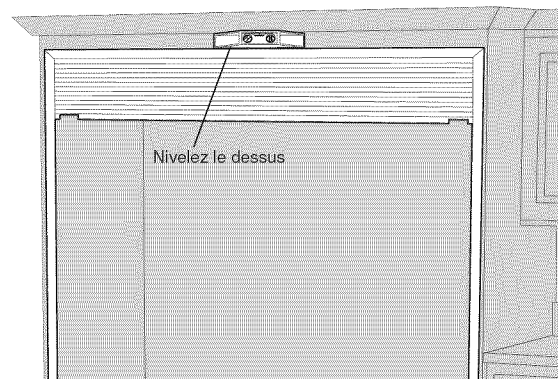

Figure 7
- En vous assurant que le cadre repose bien sur la surface avant des armoires, insérez avec précaution une vis de montage (M) dans le trou central de la garniture supérieure (A). **NE SERREZ PAS TOUT DE SUITE.**
- Mettez de niveau la partie supérieure du cadre de garniture en utilisant un niveau de charpentier. Reportez-vous à la figure 7.